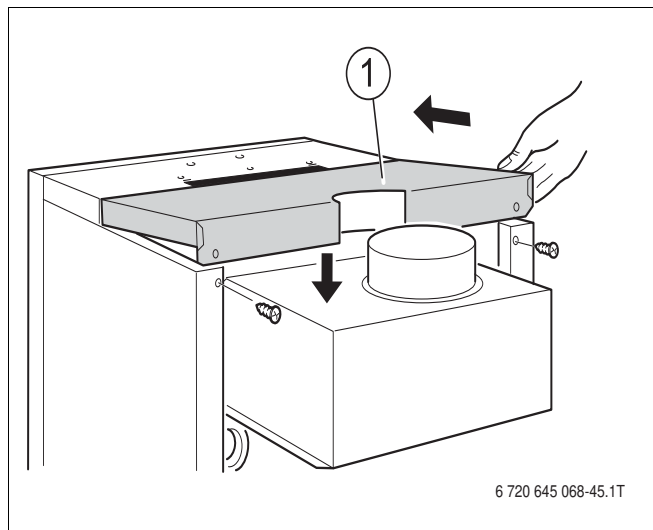

Рис. 9 Снятие задней крышки котла
- Выкрутить оба крепежных винта задней крышки котла (Рис. 9, поз. 1). Приподнять заднюю крышку и снять ее, подав назад (Рис. 9).